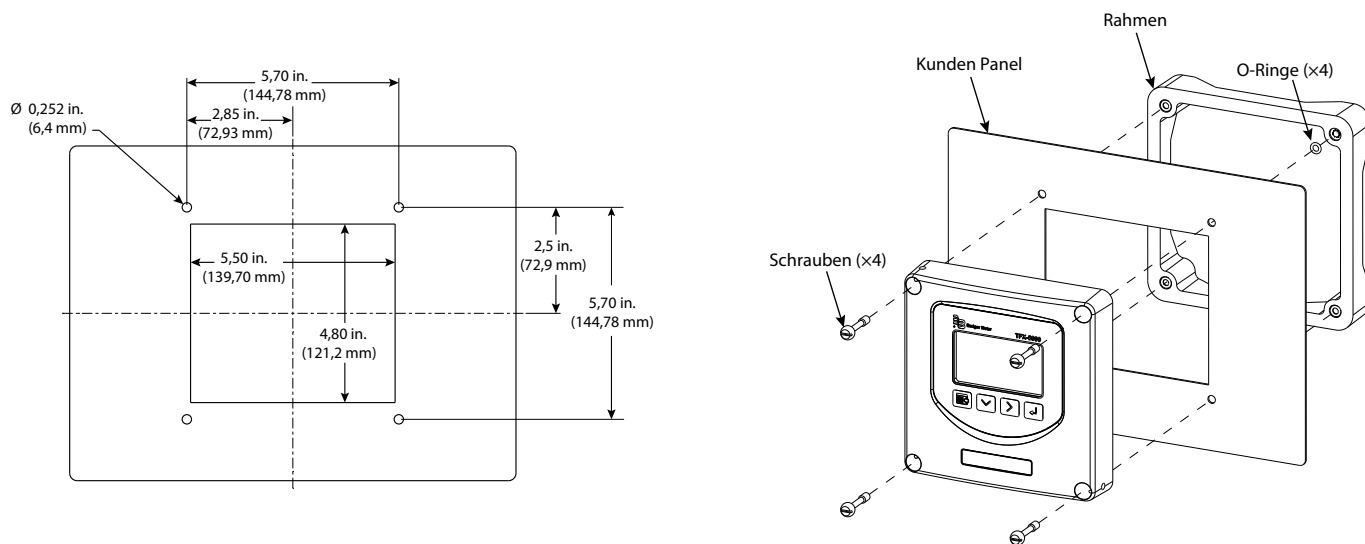

Abbildung 21: Abmessungen des Plattenausschnitts und Einbau-Explosionszeichnung
- Eine Montageöffnung in die vom Kunden gestellte Platte gemäß der in *Abbildung 21* dargestellten Abmessungen bohren.